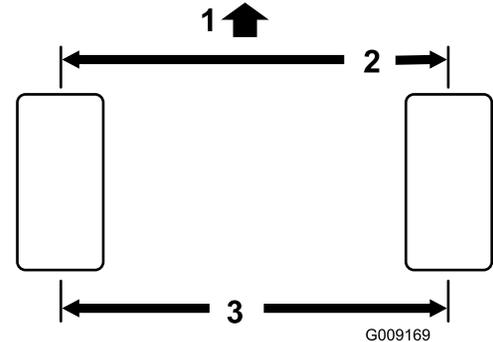

Bild 72
1. Messen Sie den Abstand vorne und hinten an den Lenkreifen Mitte-zu-Mitte (auf Achshöhe). Der vordere Wert darf höchstens um 3 mm geringer sein als der hintere (Bild 72).